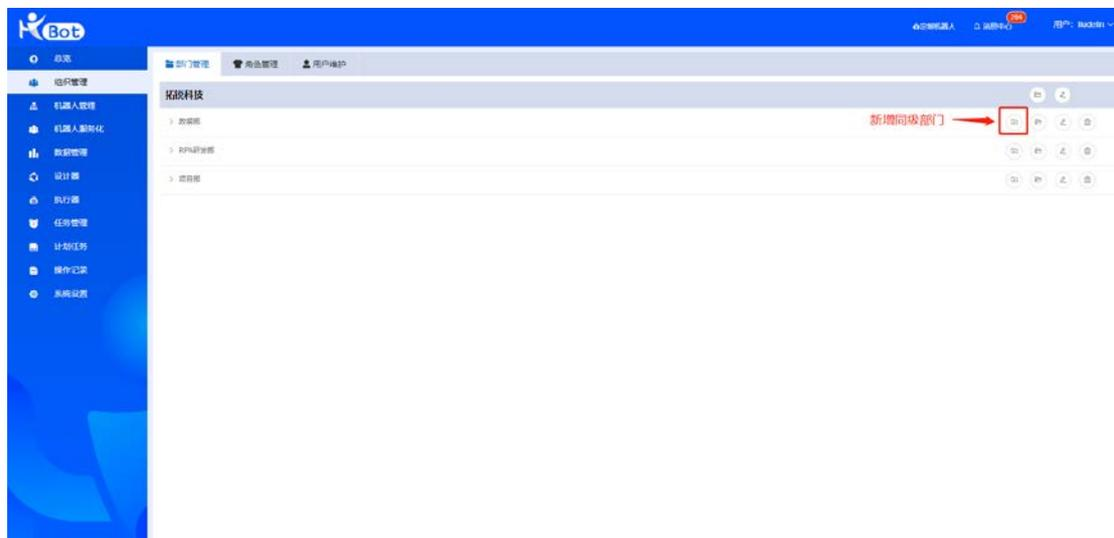

图 14
- 新增同级部门：在顶级部门下，新增一个平级的部门，如图 14.